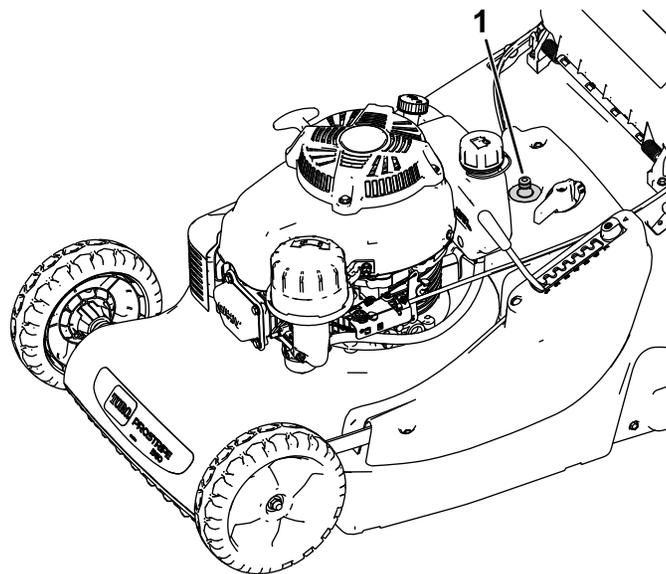

Figura 20
7. Ligue uma mangueira de jardim, ligada a uma torneira, à entrada para lavagem (Figura 20).